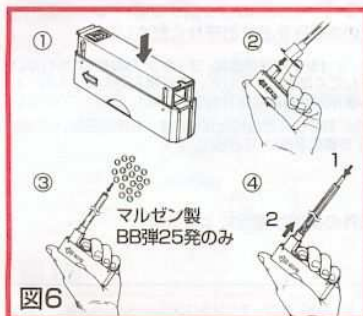

図6
3. BB弾の給弾 ⇒図6参照
①このマガジンはテレスコピック(伸縮)タイプです。矢印部分を押し、給弾口を出してください。
②マガジンを縮めたまま、ローダーパイプをセットします。
③パイプをイラストのように押さえながら、パイプすりきりで25発のみ給弾します。
④ロッドで全弾押し込み、パイプ・ロッドをはずします。